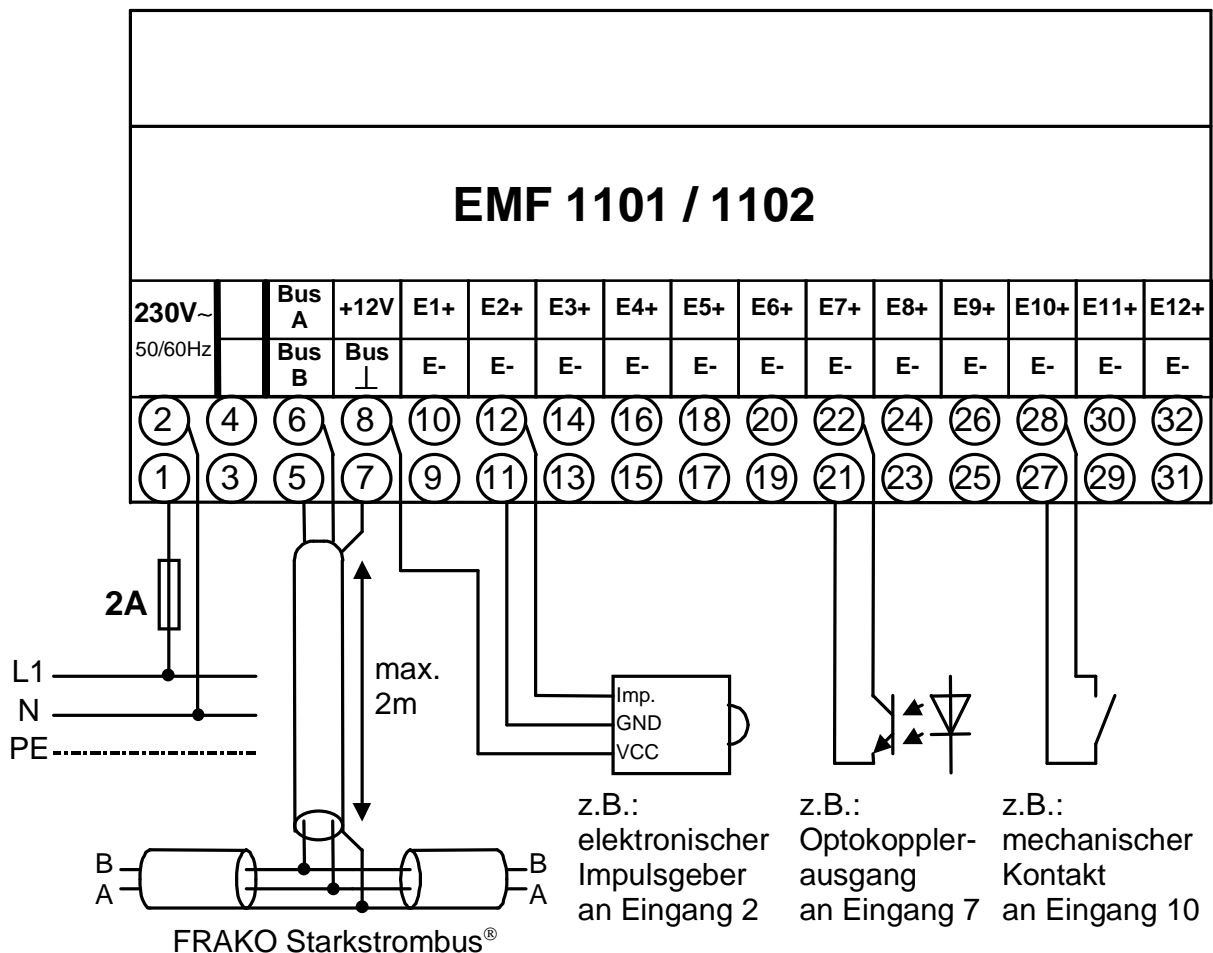

Abbildung 1: Anschlußbild
- Der Anschluß erfolgt gemäß Anschlußplan Abbildung 1, Seite 7.
Der Anschluß erfolgt gemäß dem Anschlußbild in Abbildung 1.
Die Versorgungsspannung beträgt 230 V~, 50 / 60 Hz. Der Anschluß erfolgt an den Klemmen „230V~“ gemäß dem Anschlußbild in Abbildung 1, Seite 7.
Der Anschluss erfolgt an den Klemmen „Bus A“, „Bus B“ und „Bus ⊥“ gemäß dem Anschlussbild in Abbildung 1, Seite 7.